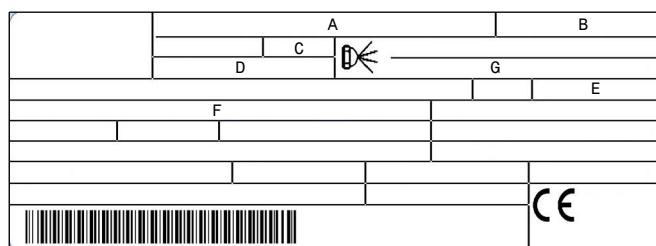

Рис. 5
- модель (A)(Рис. 5) и тип горелки (B);
- код года изготовления (C);
- заводской номер (D);
- данные электропитания и степень защиты (E);
- поглощаемая электрическая мощность (F);
- типы используемого топлива и соответствующее давление питания (G);
- допустимые значения минимальной и максимальной мощности горелки (H)(см. «Рабочий диапазон»).